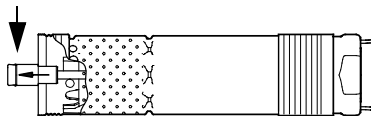

Рис. 12 Выдвижение вала насоса
2. Выдвиньте вал насоса в положение, показанное на рис. 12